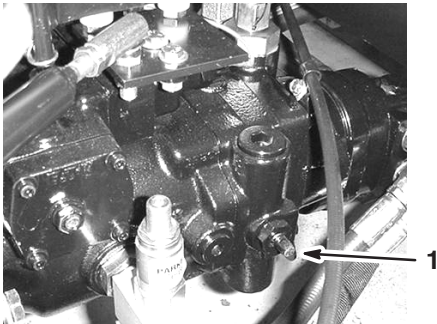

Bild 18
1. Drehen Sie das Schleppventil (Bild 18) 90° in eine Richtung, um es zu öffnen.